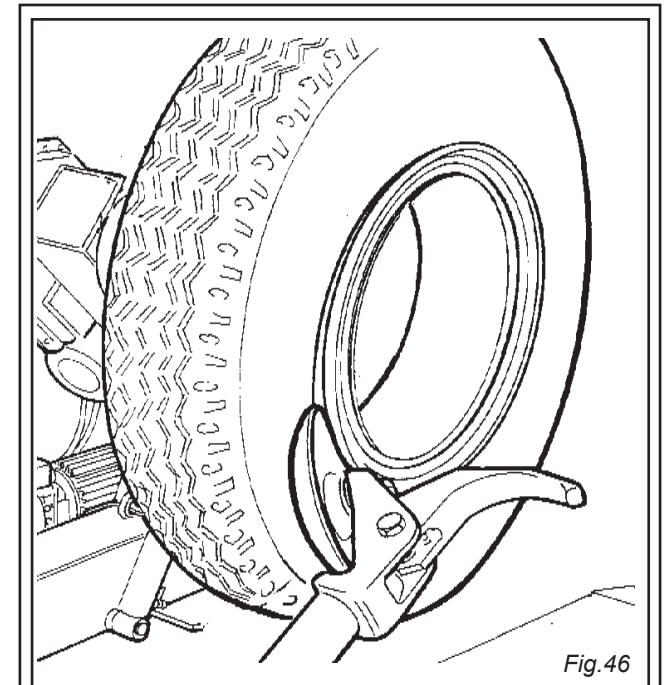

Fig.46
- 9) Posizionare sul cerchio l'anello di bloccaggio aiutandosi con il disco stallonatore come mostrato in Fig. 46.
- 9) Position the locking ring on the rim with the help of the disk as shown in Fig. 46.
- 9) Placer la bague de blocage sur la jante à l'aide du disque décolle-talons comme illustré dans la Fig. 46.
- 9) Den Sperring auf der Felge anordnen, wobei man sich wie in Abb. 46 gezeigt mit dem Abdrückscheibe hilft.